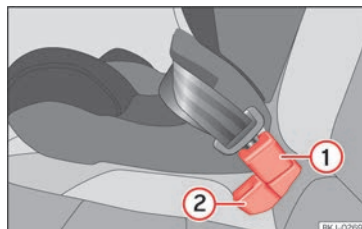

Abb. 41 Position des Gurtschlösses auf der Rücksitzbank
- ① Gurtschloss für den mittleren Sitzplatz
- ② Gurtschloss für den äußeren Sitzplatz
- Gurtschloss für den mittleren Sitzplatz >>> **(Abb. 41) ①** hinter dem Gurtschloss für den äußeren Sitzplatz >>> **(Abb. 41) ②** anbringen.
- Schlosszunge des Sicherheitsgurts des mittleren Sitzplatz in das Gurtschloss für den mittleren Sitzplatz >>> **(Abb. 41) ①** stecken, bis es hörbar einrastet.
- Damit die Gurte richtig eingelegt sind, sollten die Gurtschlösser nicht verdreht werden >>> **(Abb. 41)**.